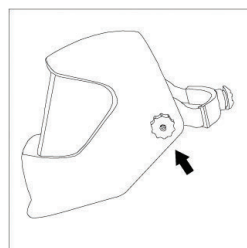

Рис. 8
7.10 Можно изменить угол щитка путём регулировки винтов на двух сторонах щитка (рис. 8)